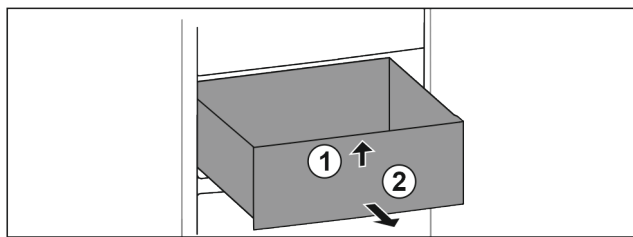

Fig. 96
- Sollevare il cassetto dal davanti. Fig. 96 (1)
- Rimuovere il cassetto tirandolo in avanti. Fig. 96 (2)